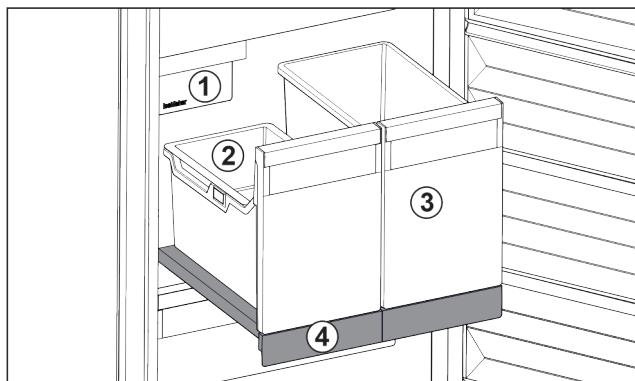

Fig. 168 Compartiment coulissant avec IceTower
- (1) IceMaker (3) Bac pour pizzas, boissons alcoolisées, etc.
(2) Balconnet pour glaçons (4) Compartiment coulissant
Le compartiment coulissant comprend deux bacs hauts (IceTower). Le bac Fig. 168 (2) permet de recueillir et de stocker les glaçons de l'IceMaker. Les bacs Fig. 168 (3) sont conçus pour stocker des aliments hauts comme les pizzas et boissons alcoolisées.